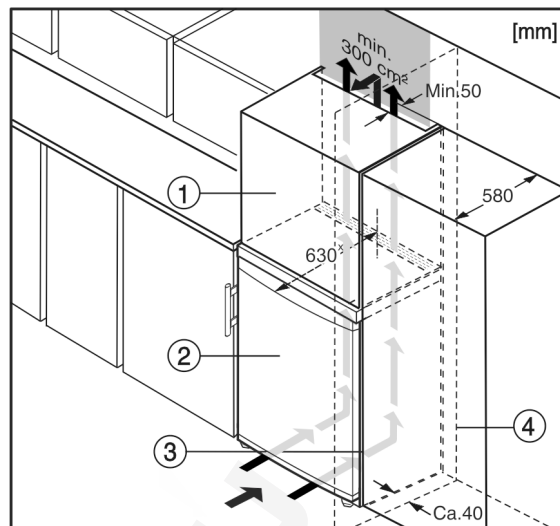

Fig. 5
A készüléket körbe lehet építeni konyhaszekrényekkel. Rá lehet szerelni *Fig. 5 (2)* egy rátétszekrényt, hogy a készüléket a konyhabútorok magasságához *Fig. 5 (1)* igazítsa.
Ha (max. 580 mm mélységű) konyhaszekrényekkel építi körül, akkor a berendezést közvetlenül a konyhaszekrény *Fig. 5 (3)* mellett is felállíthatja. A készülék oldalirányban 34 mm^x, a közepétől pedig 50 mm^x távolságban nyúlik túl a konyhaszekrény előlapjához képest.
Mikor a berendezést a csuklópántokkal egy fal *Fig. 5 (4)* mellett állítja fel, akkor a berendezés és a fal közti távolság legalább 40 mm legyen. Ez nyitott ajtó esetén megfelel a fogantyú túlnyúlásának.